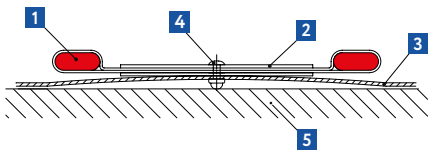

Рис. 11. Крепление нагревательной секции к полосе из оцинкованной стали:
- Разложить секцию, начиная от соединительной муфты и закрепляя ее на зажимах (рис. 11).